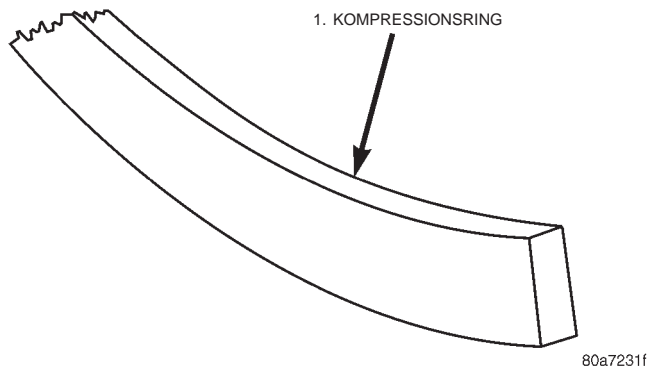

Abb. 8 Kennzeichnung/Kompressionsring
(5) Die Ölabstreifringe sind identisch und können daher in beliebiger Einbaulage montiert werden. Zur Montage der oberen und unteren Abstreifschneide ist kein Werkzeug erforderlich. Zuerst den Expander- ring, dann die Abstreifschneide einsetzen.
(6) Die beiden Kompressionsringe sind nicht identisch und dürfen daher nicht vertauscht werden. Der obere (1.) Kompressionsring weist auf der Außendichtfläche eine glänzende Beschichtung auf und kann in beliebiger Einbaulage montiert werden (Abb. 8).